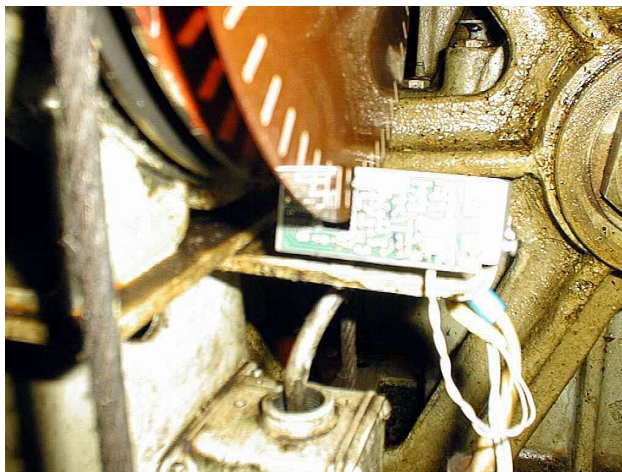

Рисунок 5 - Установка датчика ДСЛ
6) Установить на кронштейне датчик скорости лифта ДСЛ. Отрегулировать положение датчика так, чтобы колесо находилось в центре прорези платы ДСЛ, а оптическая ось фотоизлучатель – фотоприемник проходила примерно через центр прорезей в прерывателе (рисунок 5).